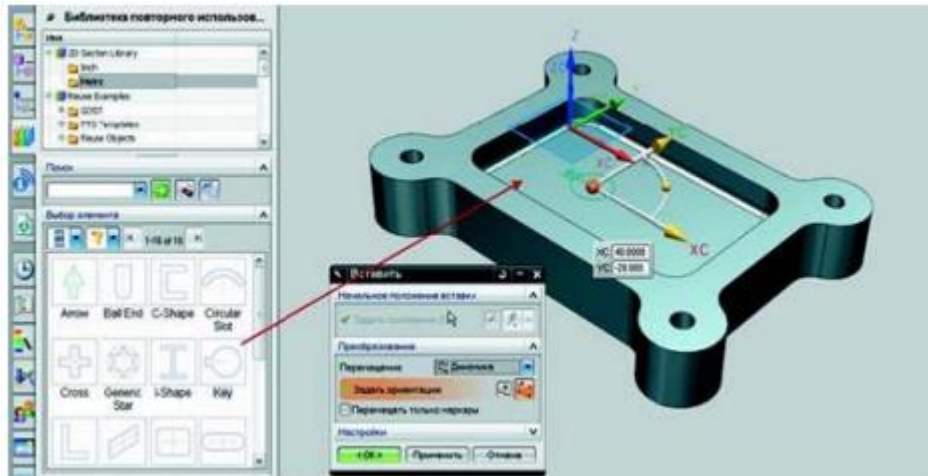

Рисунок 9. Вставка плоского контура из библиотеки
- Выделите один из примеров и перетащите его на грань модели. Контур будет расположен на грани, и появится маркер динамического позиционирования, который можно использовать для примерного позиционирования контура на грани (рис. 9).